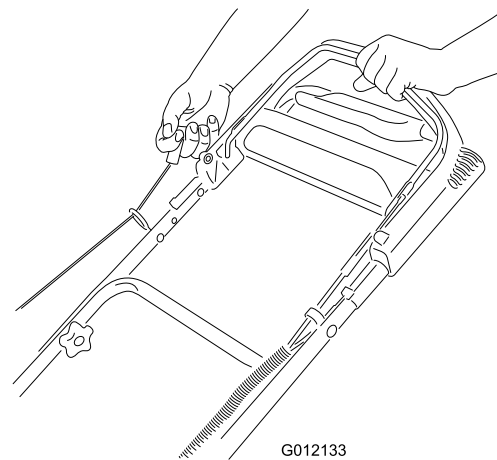

Figura 13
3. Tirate l'avviatore autoavvolgente (Figura 13)